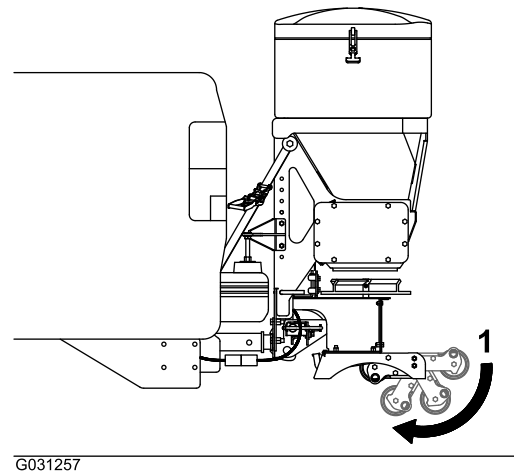

Bild 12
11. Treten Sie auf die Räder der Haltevorrichtung, um sie unter die Vorrichtung zu klappen (Bild 12).